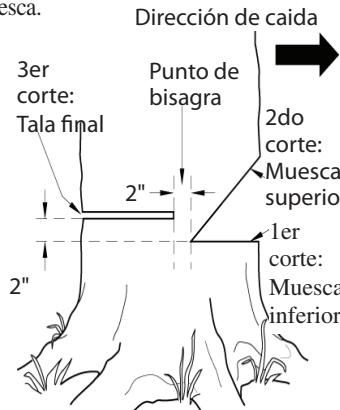

Figura 15 - Tala de un árbol
minará la dirección en que caerá el árbol. Corte la muesca del lado del árbol correspondiente a la dirección en la cual desea que éste caiga (vea la Figura 15). Siga las instrucciones a continuación para cortar la muesca.
- Haga el corte inferior de la muesca tan cerca del suelo como sea posible. Sujete la sierra de modo que la barra de guía se encuentre en posición horizontal. Corte a través del tronco del árbol hasta atravesar 1/3 de su diámetro (vea la Figura 15). *Nota:* Haga siempre este corte inferior horizontal en primer lugar. Si la hace en segundo lugar, el árbol puede presionar la cadena o la barra de guía.
cm por encima de aquél. Corte en dirección hacia abajo y a un ángulo de 45°. El corte superior de la muesca debe llegar y unirse al punto final del corte inferior (vea la Figura 15).
⚠ ADVERTENCIA: No atraviese el árbol completamente. Deje alrededor de cinco centímetros de diámetro sin cortar, directamente detrás de la muesca (vea la Figura 15). Esta porción sin cortar funciona a manera de bisagra. La bisagra ayuda a evitar que el árbol se tuerza y caiga en la dirección equivocada.
- Haga el corte de tala final 5 cm por encima del corte inferior de la muesca y sobre el lado opuesto del árbol (vea la Figura 15). Mantenga el corte de tala final paralelo al corte inferior de la muesca.